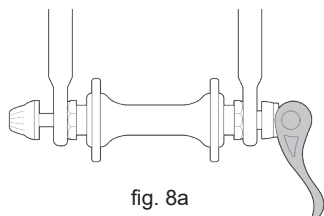

fig. 8a
2. Con la horquilla de dirección orientada hacia delante, inserte la rueda entre las hojas de la horquilla de forma que el eje se asiente firmemente en la parte superior de las punteras de la horquilla. La palanca de la leva, si la hay, debe estar al lado izquierdo del conductor de la bicicleta (fig. 8a). Si su bicicleta dispone de un mecanismo de retención secundario de tipo clip, engánchelo.
3. Si tiene un mecanismo de acción de leva tradicional, sujetando la palanca de la leva en la posición ABIERTA con la mano derecha (fig. 11b), apriete la tuerca de ajuste de tensión con la mano izquierda hasta que quede apretada a mano contra la puntera de la horquilla (fig. 8a). Si tiene un sistema de leva y copa: la tuerca y la copa habrán encajado en la zona empotrada de las punteras de la horquilla y no debería ser necesario otro ajuste.